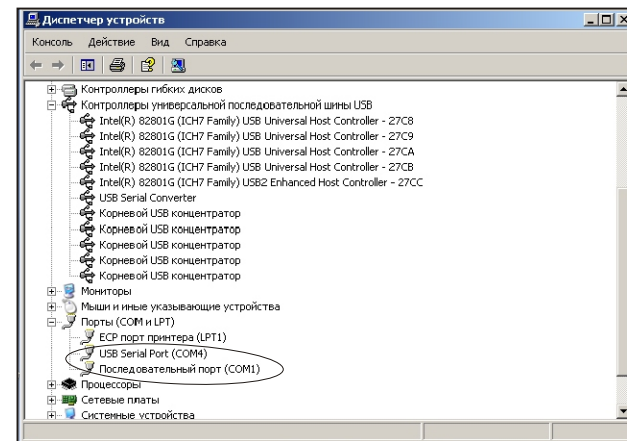

Рис. 3.2
- **Настройки установленного адаптера можно посмотреть в Диспетчере устройств. (Пуск/ Панель управления/ Система/ Оборудование/ Диспетчер устройств).** Рис. 3.2